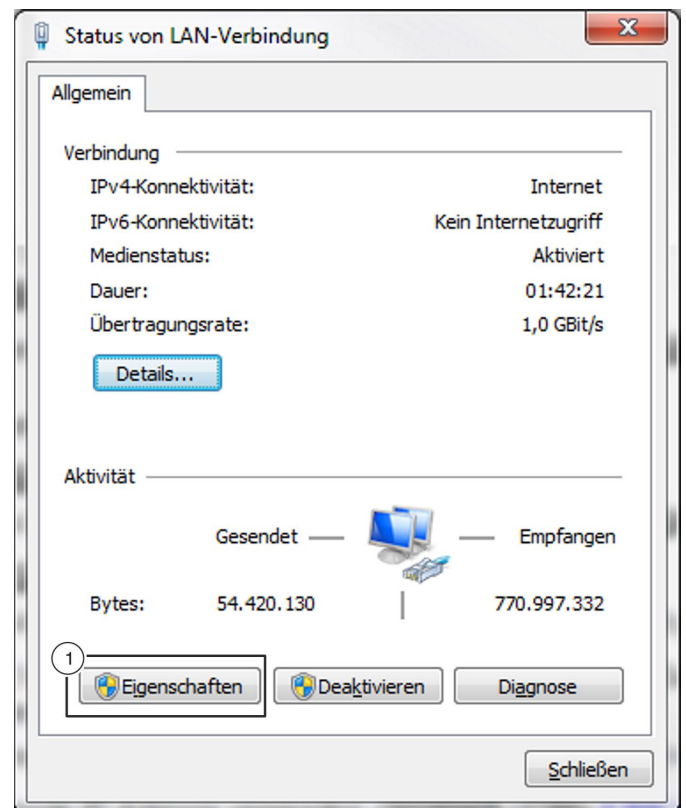

Abb. 52: Status von LAN-Verbindung
- 5 ▶ „Eigenschaften“ (Abb. 52 /1) auswählen.